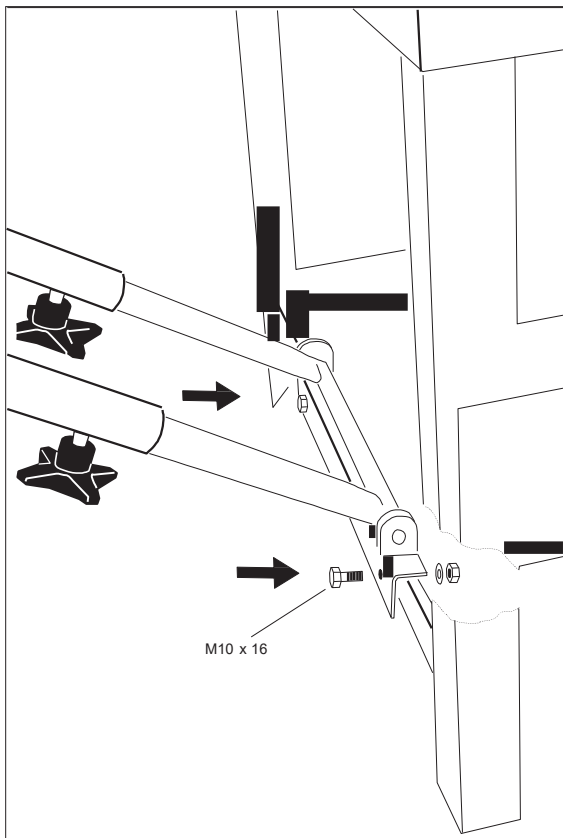

Fig. 4
- Drei svingskiven til **90°**, og trekk anholdet inntil sagbladet. Juster anviseren **B** slik at den viser **0** på styreskinnen (*fig. 4*).